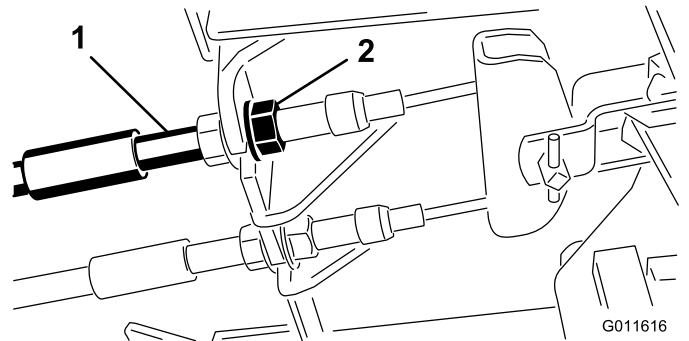

Figura 47
1. Per ridurre il gioco dei pedali del freno, stringete i freno allentando il dado anteriore sull'estremità filettata del cavo del freno (Figura 47).